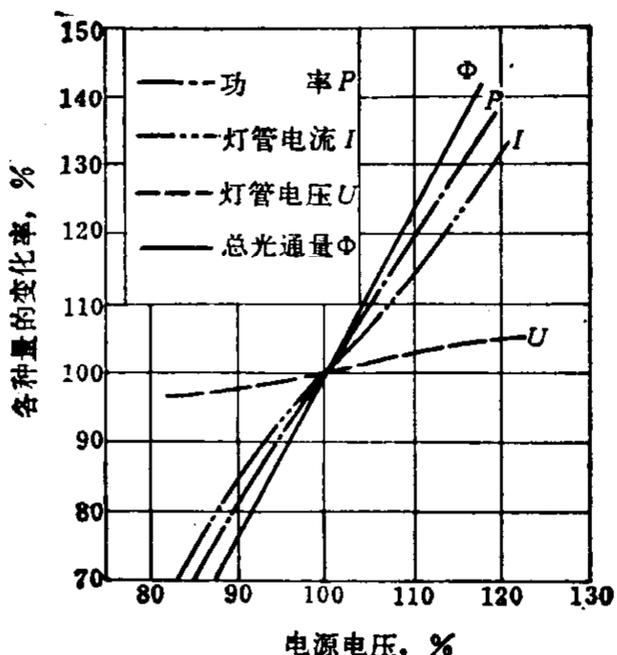

图 39-2-6 电源电压变化对 400 W 荧光高压汞灯光电参数的影响
(1) 电源电压如突然降低超过 5% ，可能造成灯泡自行熄灭。电源电压的变化对 400 瓦荧光高压汞灯光电参数的影响见图 39-2-6。
(2) 灯可在任意位置点燃，但水平点燃时，光通